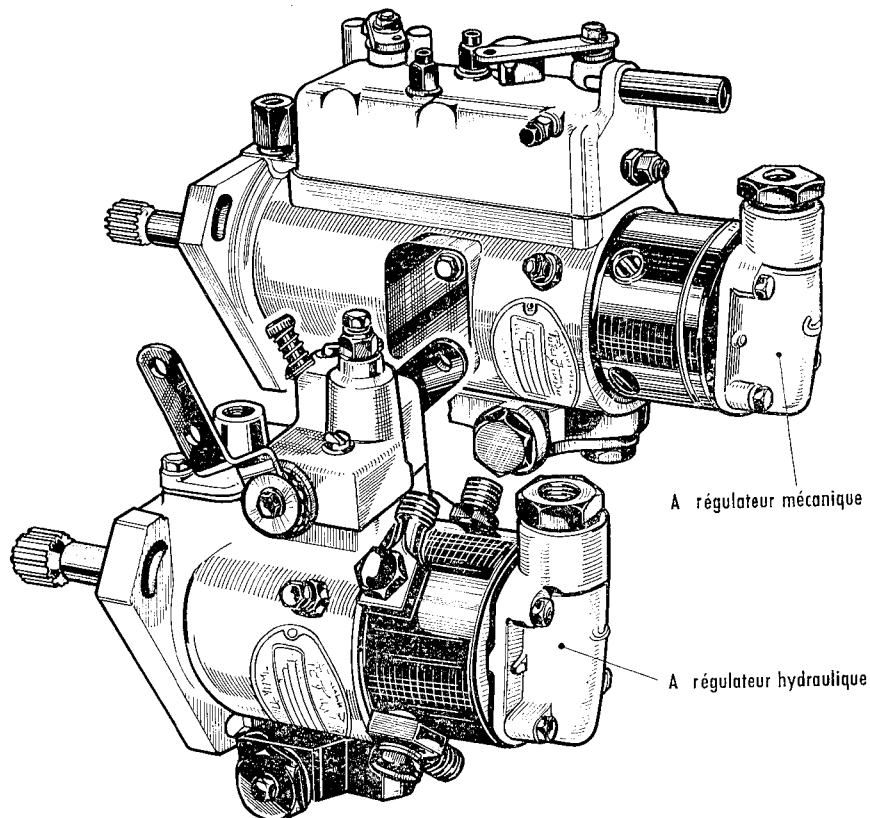

Fig. 1. — Pompe à distributeur rotatif type D. P. A. (licence C. A. V.).
## 4° — Pompe d'injection à distributeur rotatif, type D. P. A. (1) Licence C. A. V. (fig. 1)
Cette pompe se présente sous la forme d'un ensemble compact et étanche (fig. 1), tout le mécanisme baigne dans le combustible maintenu en surpression, ce qui assure la lubrification de l'ensemble et empêche toute entrée d'eau, d'air ou de poussières.